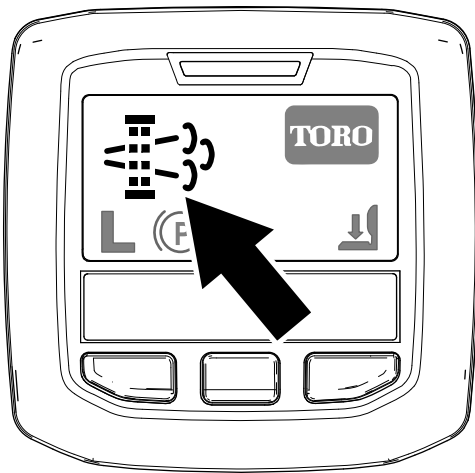

Figura 41
- El icono de regeneración con la máquina aparcada aparece en el InfoCenter (Figura 41).